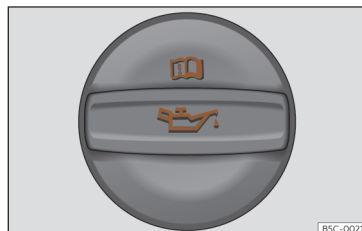

Fig. 204 Dans le compartiment-moteur : couvercle de l'orifice de remplissage d'huile moteur.
- Retrouvez l'orifice de remplissage d'huile moteur. Il peut être reconnu par le symbole  qui se trouve sur le couvercle >>> **fig. 204**.
- Dévissez le couvercle de l'orifice de remplissage d'huile moteur >>> **fig. 204**.